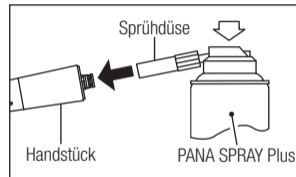
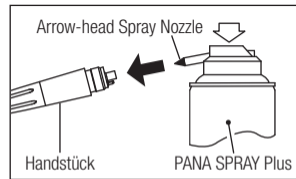

Abb. 10
Abb. 11
- 3) Setzen Sie die Sprühdüse auf der Rückseite des Handstücks ein. Halten Sie das Handstück fest und sprühen Sie für die Dauer von etwa 2-3 Sekunden. Sprühen Sie PANA SPRAY ein, bis es mindestens 2 Sekunden lang aus dem Kopf des Instruments austritt. (Abb. 10)
- 2) Montieren Sie die Öl-Sprühdüse (Spannzange; blau) auf der Spraydose. (Abb. 11)
- 3) Schmieren Sie das Handstück mit NSK PANA SPRAY Plus (Abb. 10, Abb. 11) oder automatisches NSK Pflegegerät.